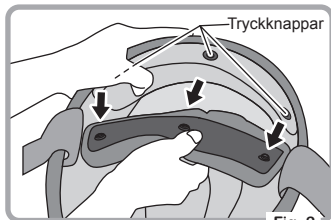

Fig. 2
- ③ Lossa de 3 tryckknapparna i på baksidan för att avlägsna den inre kudden enligt anvisning i Fig. 2.